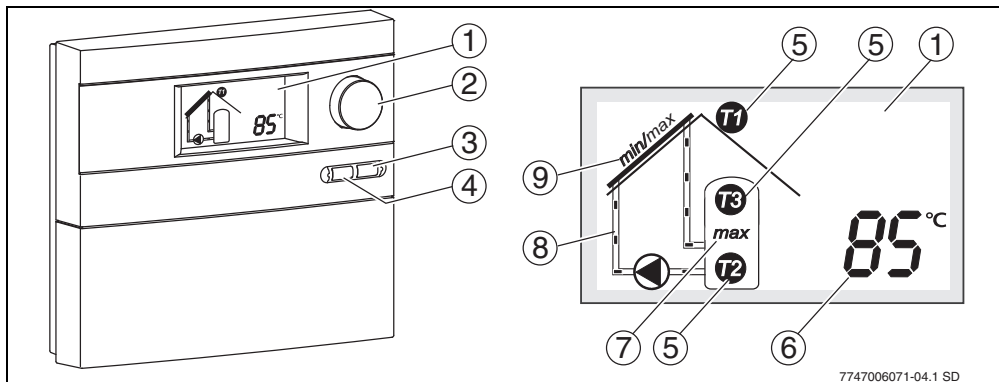

Fig. 10 Regolatore e display
Quando viene superata la differenza di temperatura impostata (necessaria all'avvio) e quindi rilevata dalle due sonde del sistema, il circolatore solare si attiva. Il display visualizza in maniera animata la circolazione nel circuito solare (→ fig. 10, pos. 8).
|  | Funzionamento manuale «on» Funzionamento manuale «on» permette di attivare il circolatore solare per max. 12 ore. Sul display vengono visualizzate alternativamente le indicazioni «on» e il valore selezionato. Il display visualizza in modo animato la circolazione, nel circuito solare, del liquido termovettore (→ fig. 10, pos. 8). Le impostazioni di sicurezza, come ad es. la temperatura massima nel collettore solare, restano attivate. Dopo un tempo massimo di 12 ore il regolatore passa al funzionamento automatico. Funzionamento manuale «off» Il circolatore solare viene disattivato e il liquido termovettore è fermo. Sul display vengono visualizzati alternativamente le indicazioni «off» e il valore selezionato. Funzionamento manuale «Auto» Se viene superato il differenziale di temperatura di avviamento tra le due sonde di temperatura collegate, il circolatore solare si attiva. Il display visualizza in modo animato la circolazione, nel circuito solare, del liquido termovettore (→ fig. 10, pos. 8). Non appena si raggiunge il differenziale di temperatura necessario alla disattivazione, il circolatore solare si arresta. | on/off/Auto [off] | |